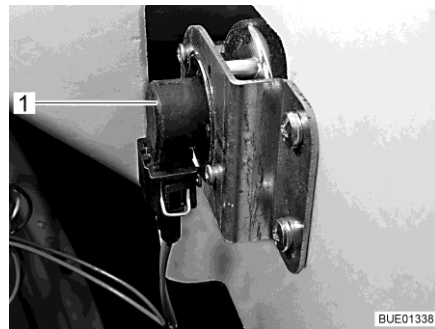

Fig. 288 Indicatore di direzione
- Afferrare dietro il supporto lampada (Fig. 288,1).